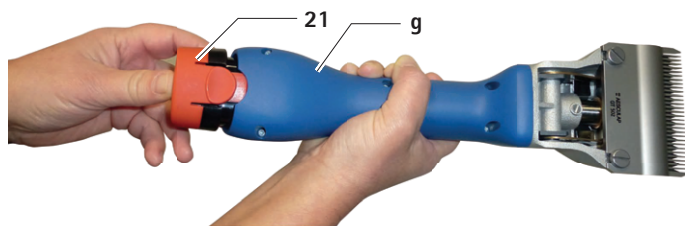

Fig. 2
- ▶ Træk Li-Ion-batteriet **21** ud, oplad det, og/eller skub det opladede Li-Ion-reservebatteri GT641 (3INR19/66-1) ind i den batteridrevne klippemaskine **g**, se Fig. 2.